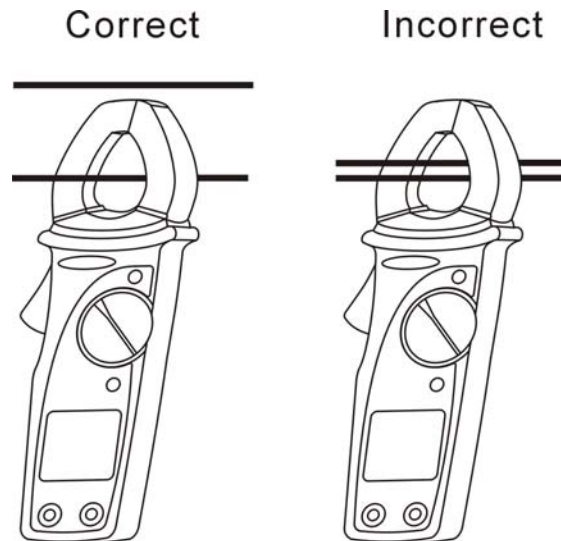

Abb. 6: Die Anwendung der Zange für Wechselstrommessung
2. Öffnen Sie die Zange und setzen Sie den zu messenden Leiter ins Zentrum der Zangenöffnung (s. Abb. 6 und Absatz 4.1.2).